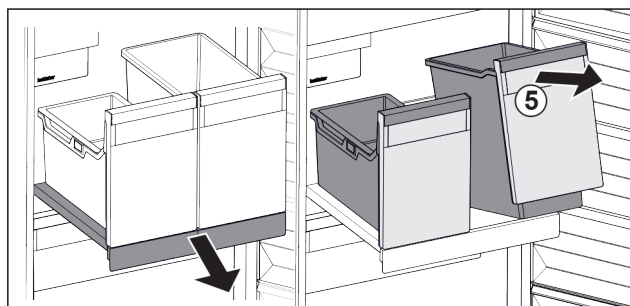

Fig. 194
- ▶ Spremnik Fig. 194 (5) podignite sprijeda.